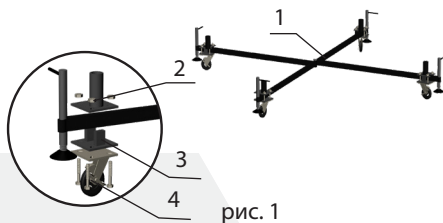

рис. 1
- Установить базу (1) на винтовые домкраты и выполнить сборку колес (4), нижних опор базы (3) и верхних опор базы (2) при помощи крепежных болтов (рис. 1).